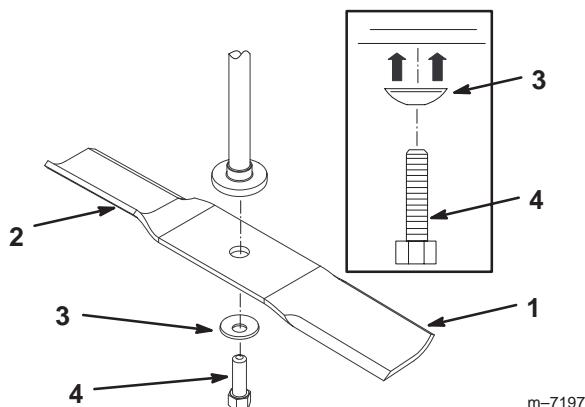
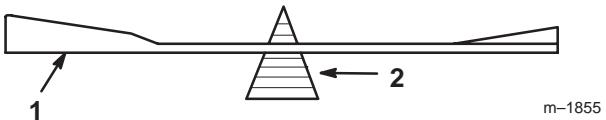

Figure 36
Figure 38
Tenez la lame à son extrémité avec un chiffon ou un gant épais. Enlevez le boulon, la rondelle bombée et la lame de l'axe (Fig. 36).
2. Vérifiez l'équilibre de la lame en la plaçant sur un équilibrEUR (Fig. 38). Si la lame reste horizontale, elle est équilibrée et peut être utilisée. Si la lame est déséquilibrée, limez un peu l'extrémité de la partie incurvée seulement (Fig. 36). Répétez la procédure jusqu'à ce que la lame soit équilibrée.
1. Placez la lame sur l'axe (Fig. 36).
2. Montez la rondelle bombée (face concave vers la lame) et le boulon de lame (Fig. 36). Serrez le boulon de lame à 47–88 Nm.